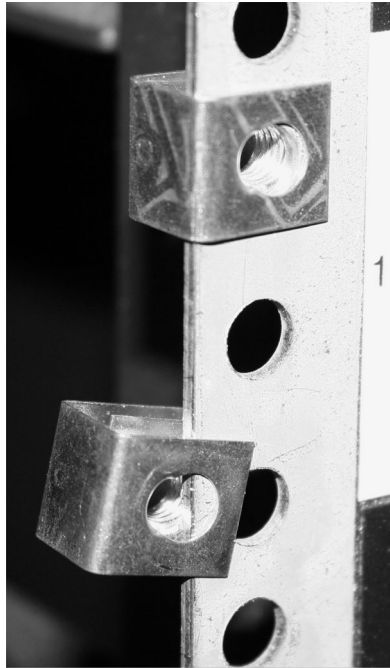

图 6. 放置夹子
2. 如第 15 页的图 6 所示，在机架的安装条上安放四个 C 形夹。